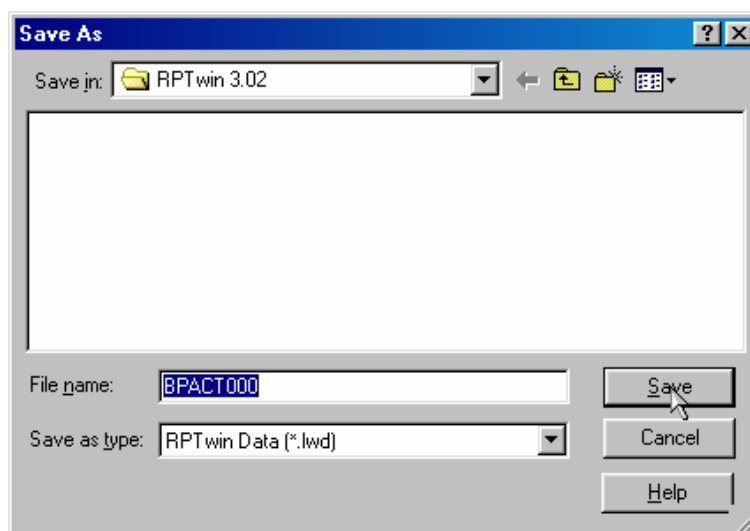

Рисунок 11.11 – Диалоговое окно "Сохранение файла" отчета
12. Щелкните по кнопке **Report**. В появившемся диалоге "Сохранение файла" щелкните по кнопке **Сохранить** (рисунок 11.11).